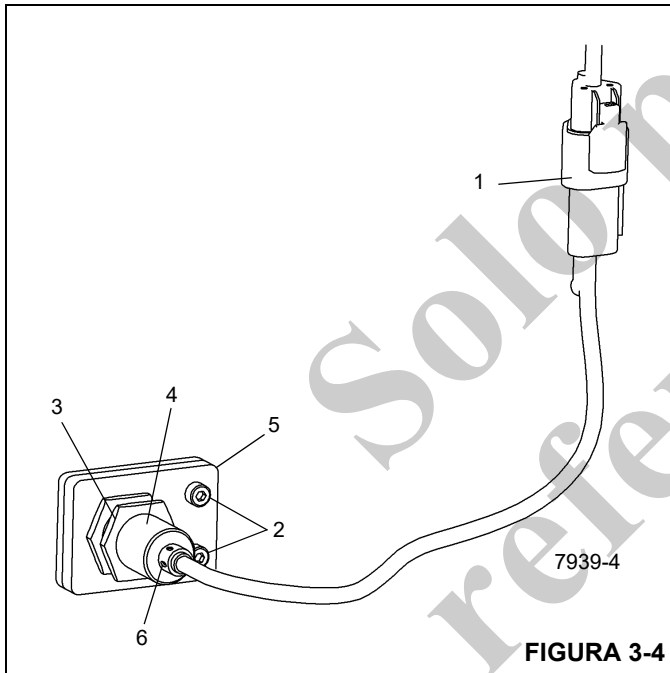

FIGURA 3-4
1. Desconecte el conector eléctrico (1, Figura 3-4) en el interruptor.
2. Retire los dos tornillos (2, Figura 3-4) que sujetan el conjunto de interruptor/escuadra de montaje a la caja del estabilizador.
3. Afloje la contratuerca (3, Figura 3-4) que sujeta el interruptor (4) a la escuadra de montaje; retire el interruptor.
2. Enrosque el interruptor (4, Figura 3-4) en la escuadra de montaje (5) de modo que la cara del interruptor sobresalga 10 mm a través de la escuadra.
3. Use los dos tornillos (2, Figura 3-4) para fijar el conjunto de interruptor/escuadra de montaje a la caja del estabilizador.
4. Apriete la contratuerca (3, Figura 3-4) en el interruptor.
5. Conecte el conector eléctrico (1, Figura 3-4) al interruptor.
6. Con la unidad encendida y la viga del estabilizador completamente extendida, compruebe que el LED (6, Figura 3-4) del interruptor de proximidad se ilumina; retraiga la viga del estabilizador y verifique que el LED no está iluminado.